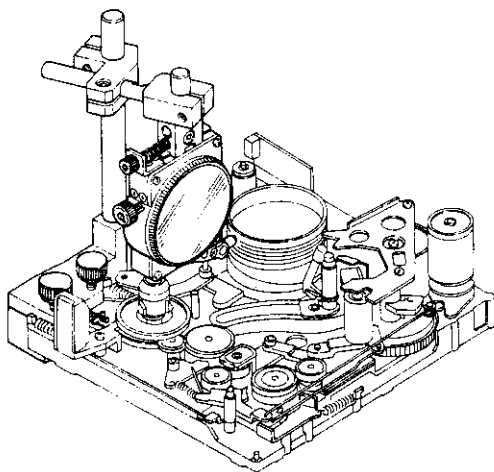

Abb. 2-8-2 Anbringung
- 4) Die beiden Halteschrauben soweit lösen, so daß die Anbringung möglich ist, und die Zentrierlehre wie in Abb. 2-8-2 gezeigt am Chassis anbringen. Sicherstellen, daß der Träger im rechten Winkel zum Chassis steht. Unbedingt darauf achten, daß die Zentrierlehre (insbesondere die Prüfspitze) nicht die Videoköpfe berührt.
- 5) Die Position der Zentrierlehre überprüfen. Die Prüfspitze muß sich ca. 2 bis 5 mm unter der Oberkante der Kopftrommel befinden, ohne die Nut zu berühren. Die Prüfspitze muß gleichfalls auf die Trommelmitte, wie in Abb. 2-8-2 gezeigt, ausgerichtet sein. Gegebenenfalls die Imbusschrauben lösen und neu ausrichten.